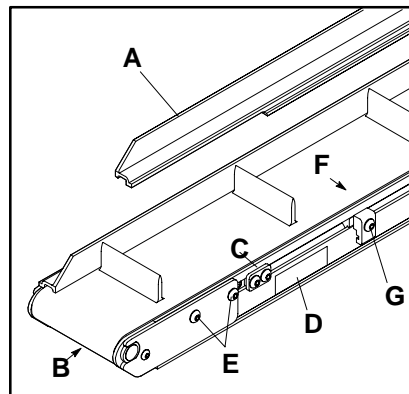

Abbildung 7
Beginnen Sie, indem Sie die Schrauben lösen (aber nicht entfernen), die die Führungsklemmen (G von Abbildung 7) auf der Bandseite gegenüber der Antriebseinheit, sichern. Entfernen Sie die Gurtführung (en) (A) vom Bandförderer.
Beginnen Sie, indem Sie die Schrauben lösen (aber nicht entfernen), die die Führungsklemmen (G von Abbildung 7) auf der Bandseite gegenüber der Antriebseinheit sichern. Entfernen Sie die Gurtführung (en) (A) vom Bandförderer.